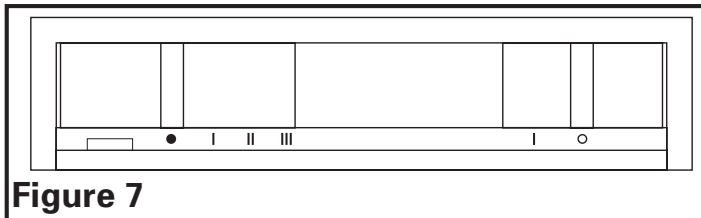

Figure 7
Votre hotte de cuisine est munie de deux commutateurs à glissoire dont l'un commande l'éclairage et l'autre commande le ventilateur d'évacuation. Le contrôle de la lampe a deux positions, ALLUMÉ (I) et ÉTEINT (O). Le ventilateur est muni d'un commutateur à quatre positions, HAUT (III), MOYEN (II), BAS (I) et ÉTEINT (●) (Figure 7).